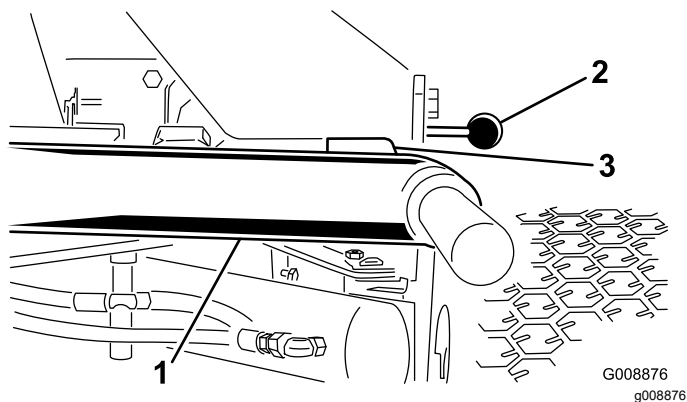

Figura 25
1. Avviate il motore, sollevate i bracci di sollevamento e verificate che il gioco tra ogni braccio di sollevamento e la staffa della piastra di appoggio sia di 5–8 mm (Figura 25).